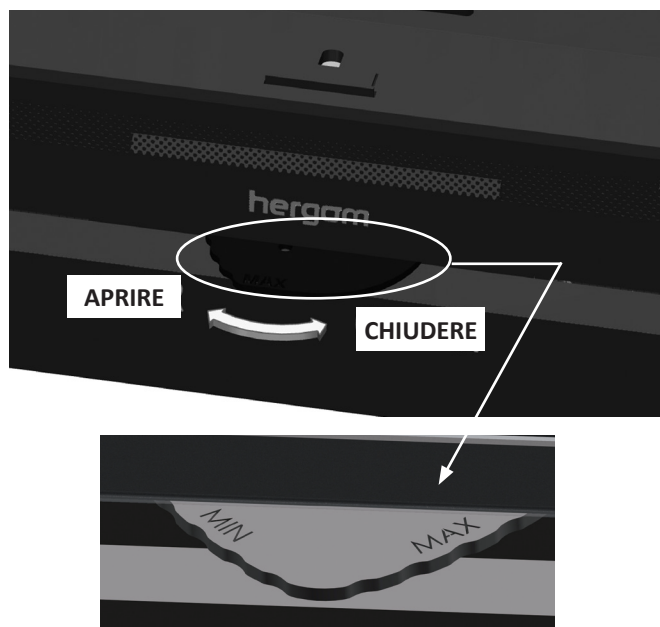

FIG. 2
- Spostando da destra a sinistra la valvola di regolazione, si consente un maggiore apporto di aria per la combustione (fig.2).